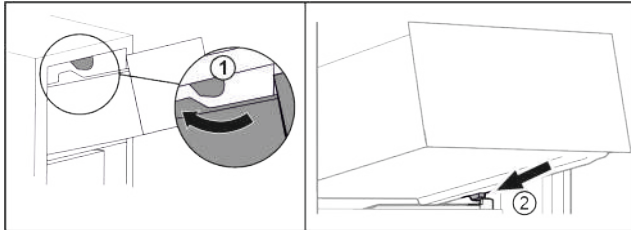

Fig. 14
- ▶ Schubfach um die oberen Stopper herumführen. Fig. 14 (1)
- ▶ Schubfach schräg hinter den unteren Stoppern auf Behälterrippe aufsetzen. Fig. 14 (2)